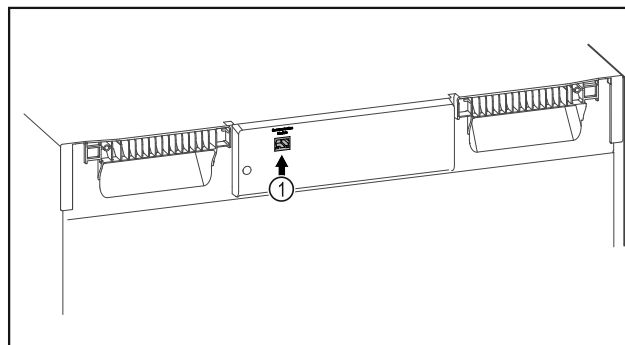

Fig. 82
- SmartModule Fig. 82 (1) ist eingesetzt.